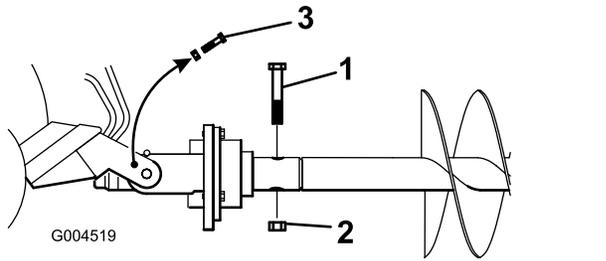

Figura 8
9. Fije la barrena al cabezal de transmisión con un perno (7/8" x 4-1/2") y una tuerca (7/8") (Figura 8).
10. Retire de los brazos de enganche los pernos y las tuercas que se instalaron en los pasos Figura 1 (en su caso) y Figura 8.